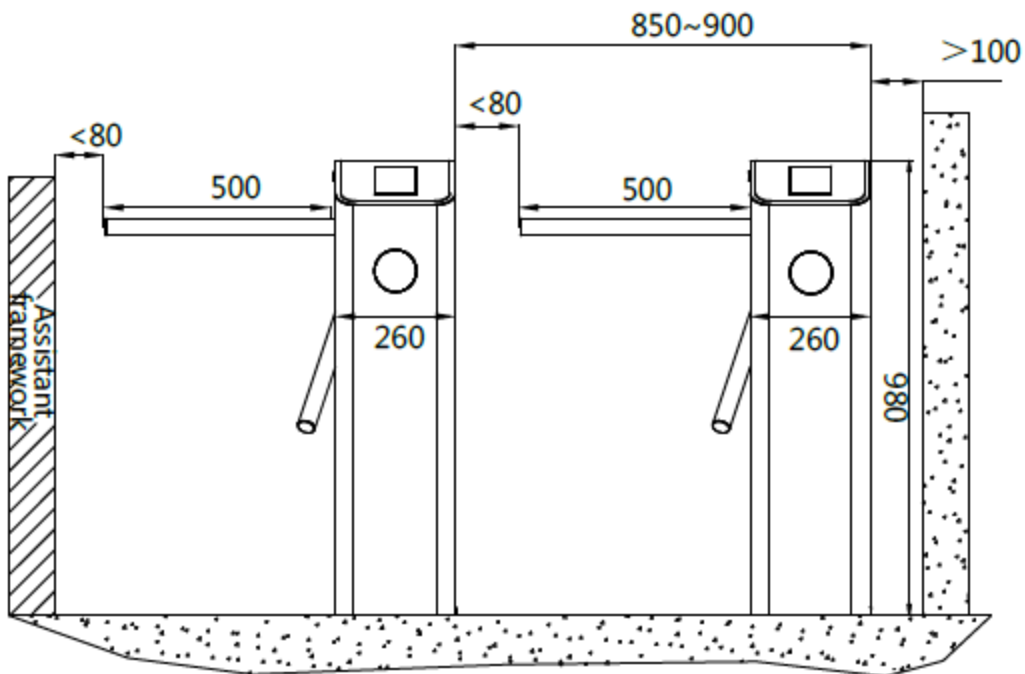

Figura 3-1
El espacio para un solo torniquete debe ser de 850 ~ 900 mm de ancho y se sugiere instalar un marco o valla para formar un pasillo para los usuarios como se muestra en la figura 3-1.
2. El espacio para el extremo del brazo no deberá ser mayor a 80 mm (vea la figura 3-1).